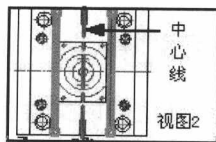

图 1.7
① 首先将“视图 2”沿竖直中心线“三维旋转”180°执行以下 CAD 命令操作：【修改】/【三维操作】/【三维旋转】→接着选择“视图 2”所有对象（如图 1.7 所示）。
② 然后按“回车”键确认→再选取“竖直中心线”上的 2 点（如图 1.7 所示）→最后在命令行输入“参照角度【180】”→按“回车”完成。